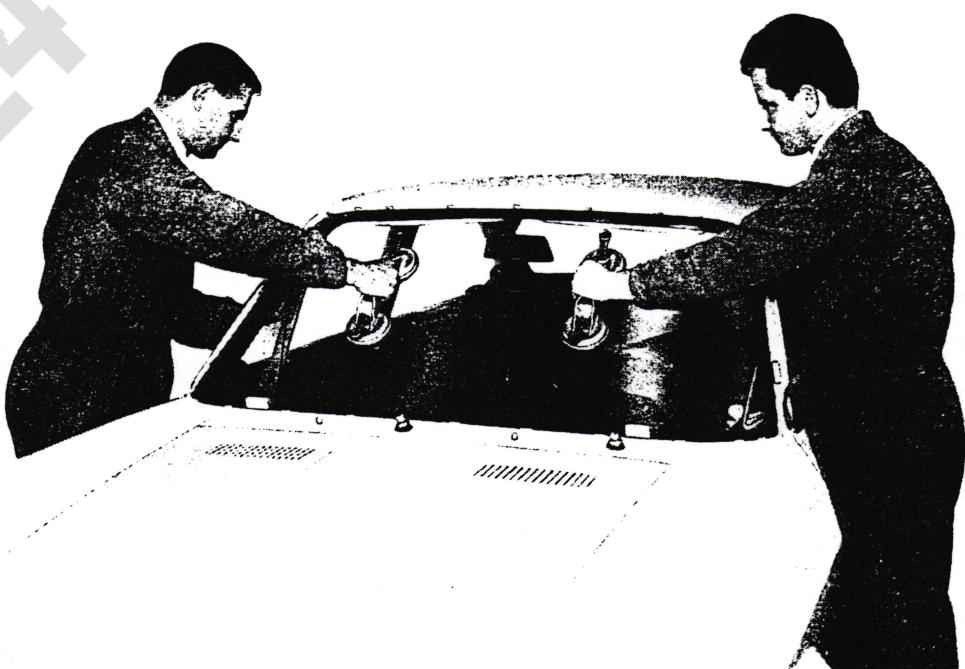
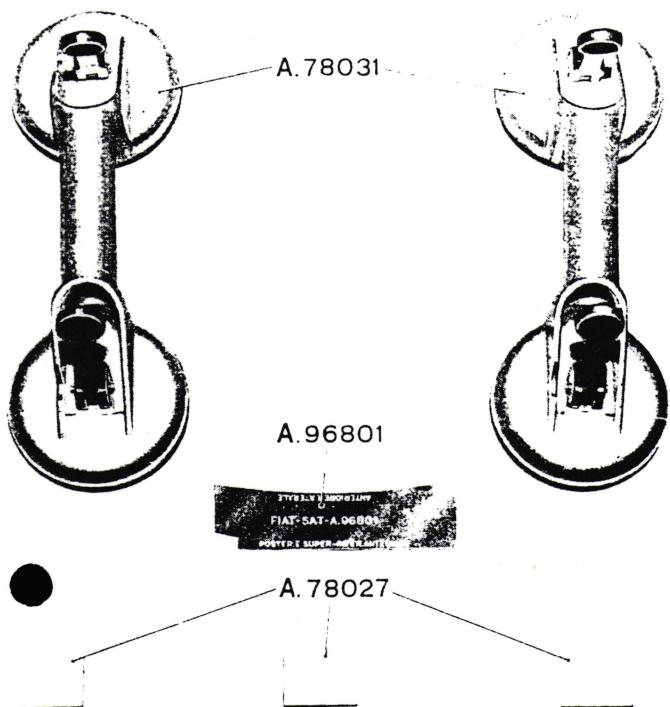
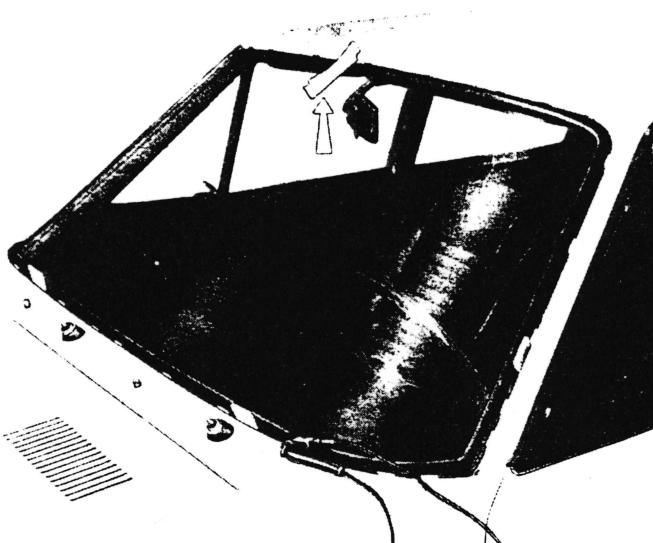

Abb. 118. - Zentrieren der Scheibe in ihrem Sitz, unter Verwendung der Saughafter A. 78031, womit die Behandhabung der Scheibe erleichtert wird.
Abb. 119. - Saughafter A. 78031 zum Einsetzen bzw. Zentrieren der Scheibe, Kontrollehrre A. 96801 und Abstandgummis A. 78027.
Abb. 122. - Kontrolle des oberen Sitzes der Scheibe.
- Die Scheibe einsetzen und genau zentrieren (Abb.119). Dabei die Abstandstücke **A. 78027** (Abb. 113), oder die zwei mit dem « Solbit » gelieferten Gummis (Abb.119) verwenden. Die genannten Abstandgummis sind unten und zwar in ca. 20 cm Abstand von den seitlichen Pfosten aufzukleben, wobei man sich ver-
gewissere, dass zwischen dem Rand der eingesetzten Scheibe und dem Sitz ein gleichmässiger Abstand vorhanden ist. Um die Behandhabung der Scheibe zu erleichtern, ist es ratsam die zwei Saughafter (mit entsprechenden Griffen) (**A. 78031** - Abb. 119) zu verwenden, die wie in Abbildung 118 illustriert angesetzt werden.
Man beachte das Einlegen der Abstandgummis A. 78027 (Abb. 119), um die Zentrierung der Scheibe zu gewährleisten.
Die Kontrolle genannter Quetschung wird durch Anwendung der Lehre **A. 96801** (Abb. 122 u. 123) erleichtert, die sowie zur Kontrolle an der Windschutzscheibe als auch an der Heckscheibe dient, laut den Anweisungen auf der Lehre selbst (Abb. 119).